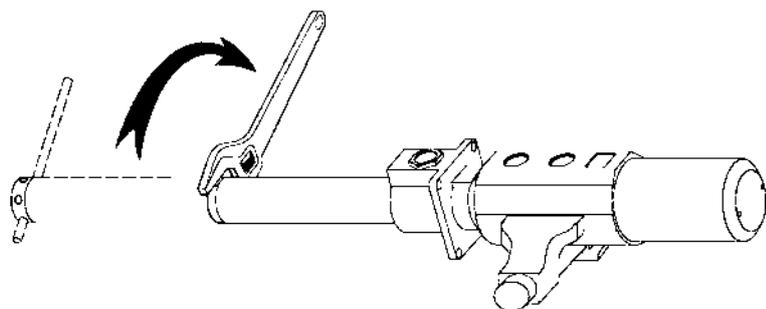

Fig. 4
1. Attach the pump to a vice in horizontal position, grabbing it by the pump body (14).
2. To unscrew the suction tube (31) from the pump body (14), use a 40 mm wrench on the hexagon of the foot valve body (35) (fig. 4). Pull first clockwise to break the sealing, and then counter clockwise to loosen and remove the tube assembly.
1. Fijar la bomba en una mordaza agarrando por el cuerpo de la bomba (14) con la bomba en posición horizontal.
2. Para desenroscar el tubo de aspiración (31) del cuerpo de la bomba, usar llave fija de 40 mm en el cuerpo válvula de pie (35) (Fig. 4). Tirar primero contra las agujas del reloj para romper el sellador y luego hacia el otro sentido para desenroscar y quitar el conjunto tubo de aspiración.